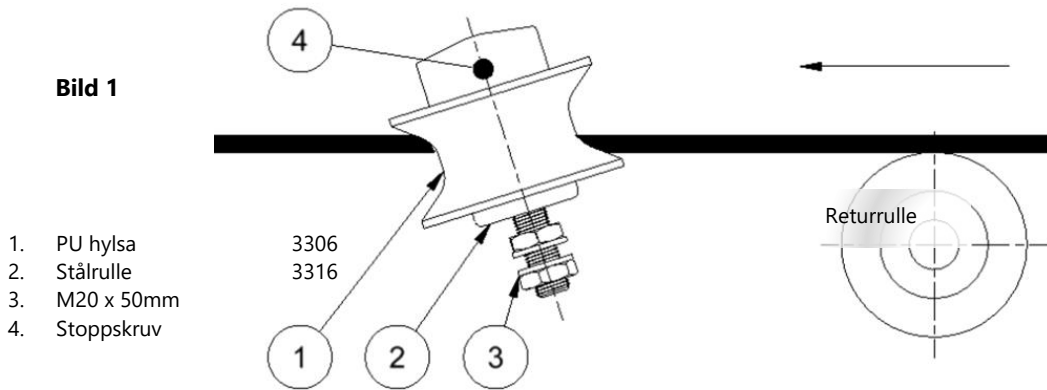

Bild 1
- När kantstödsrullen monteras med gängorna nedåt (lika bild 1) är den vattentät och har därmed längre livstid.